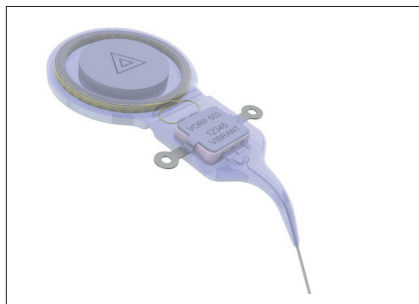

Figure 5: Symbole Δ orienté vers le haut
- La bobine doit être enfoncée dans la poche sous-périostée et l'implant doit être fixé dans l'os au niveau des deux ailettes de fixation à l'aide de deux vis corticales auto-foreuses fournies dans le kit d'implantation VORP 503. Utiliser le tournevis à usage unique fourni. Veiller à ce que le symbole Δ figurant sur l'aimant de centrage soit orienté vers le haut (voir Figure 5). Il est recommandé de procéder à la préparation du lit de l'implant jusqu'au niveau des ailettes de fixation de l'implant. De plus, il est recommandé de protéger la transition du VORP.